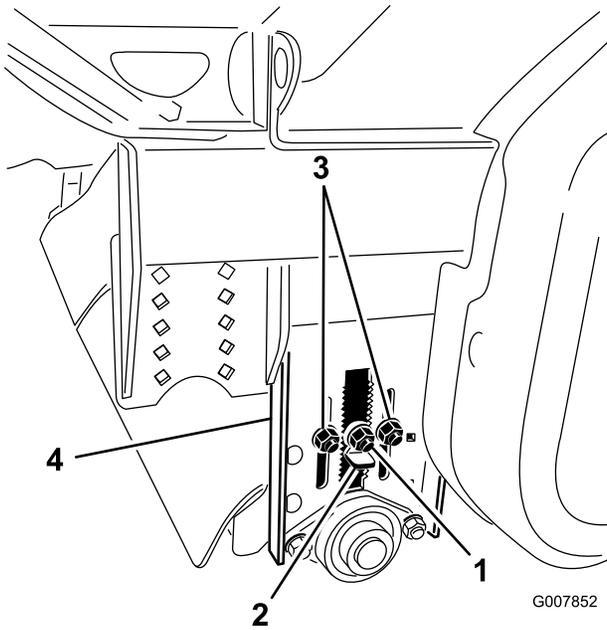

Figura 30
1. Antes de nivelar el procesador de terrones, asegúrese de que la altura del cepillo de recogida y el rodillo trasero corresponden con la altura de corte correcta (Figura 30). Si el procesador de terrones está equipado con un cepillo nuevo, consulte la Tabla de ajustes del rodillo trasero para ajustar el rodillo trasero a la altura de corte correcta.